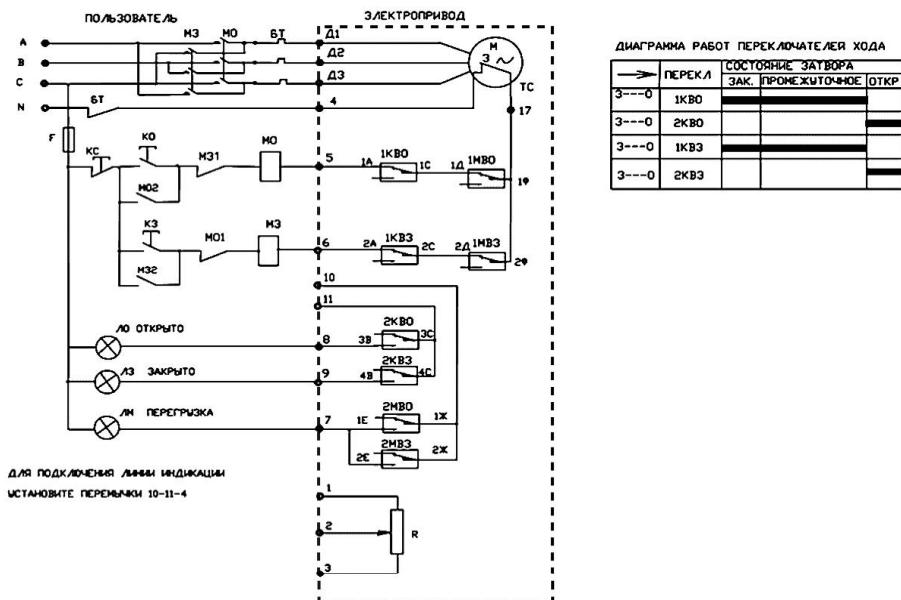
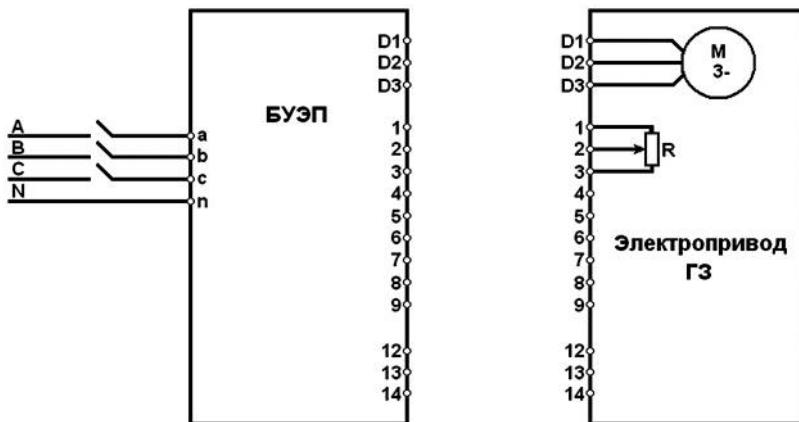

Рис.4 Принципиальная электрическая схема подключения электропривода ГЗ-А.70
Рис.5 Блок-схема подключения БУЭП к электроприводу
Для управления электроприводом применяется электрическая схема, приведенная на рис.4.
В случае использования для дистанционного управления электроприводом ГЗ-А.70 блока БУЭП-2 применяется схема, приведенная на Рис. 5.
Перед включением электропривода необходимо убедиться, что рычаг переключения режимов находится в положении работы привода от электродвигателя. Снять крышку клеммной колодки (16) (рис.1). Подключить электропривод согласно электрической схеме (рис.4). Установить крышку (16) (рис. 1). Далее проверить направление движения затвора арматуры при работе от электродвигателя на открытие и закрытие: диск индикатора положения затвора арматуры должен вращаться в сторону закрытия (открытия). Пуск осуществлять на короткое время, позволяющее определить направление движения выходного вала. Если диск будет вращаться в направлении обратном заданному, поменяйте местами фазы (A, B, C) питающего напряжения на силовом щите: (A и B, или A и C, или B и C) (рис. 4, рис. 5). После этого повторить проверку.